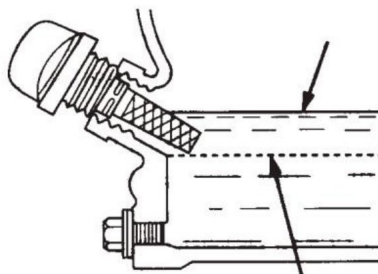

FIG.3
7.2.4 Si le niveau d'huile est bas (FIG. 3), remplissez jusqu'au bord de l'orifice de remplissage d'huile avec celui recommandé avec l'huile 4 temps SAE10W-30. La capacité maximale d'huile est 400 cc.